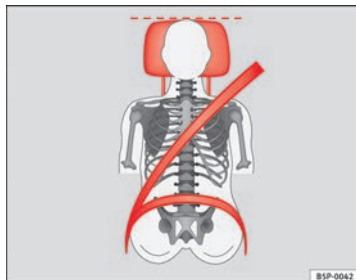
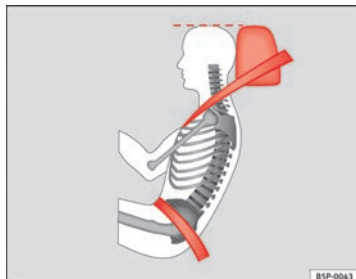

Fig. 3 Apoyacabezas ajustado correctamente visto de frente
Fig. 4 Apoyacabezas ajustado correctamente visto lateralmente
- Ajuste el apoyacabezas de modo que el borde superior quede, en la medida de lo posible, a la altura de la parte superior de la cabeza, como mínimo a la altura de los ojos. → fig. 3 y → fig. 4.